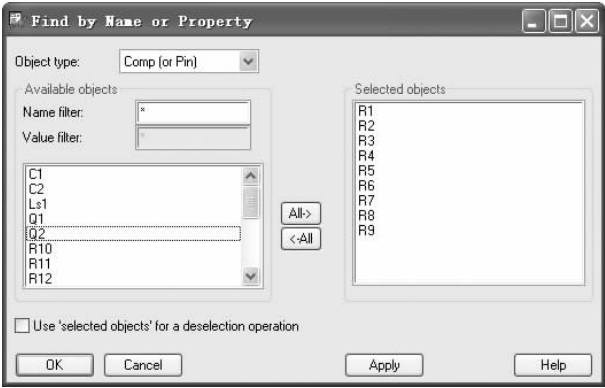

图 12-117 “Find by Name or Property（通过名称或属性查找）”对话框
2) 单击“more（更多）”按钮，弹出“Find by Name or Property（通过名称或属性查找）”对话框，在该对话框中选择需要设置 Room 属性的元件并单击此按钮将其添加到“Selected objects（选中对象）”列表框，如图 12-117 所示。